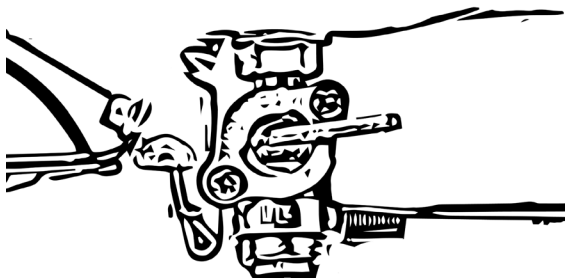

Bild 19
- Ställ bränslekranen på OFF, bild 19.